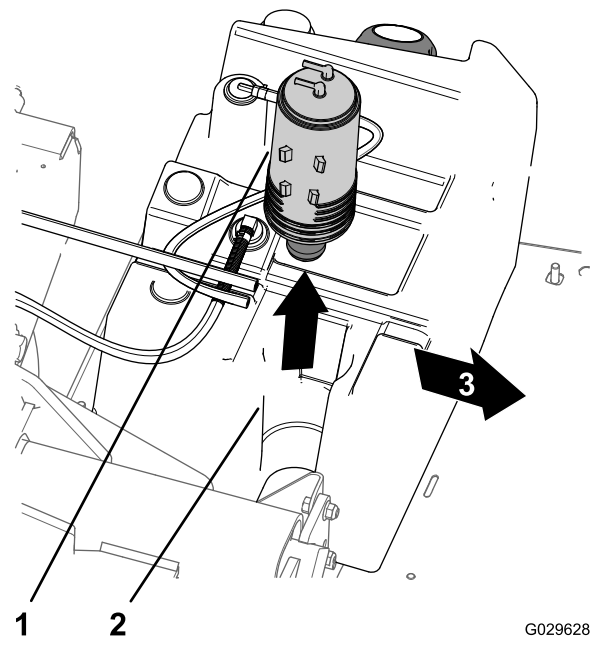

Figure 44
- Soulevez la cartouche de charbon actif de son support dans le réservoir de carburant (Figure 44).
7. Insérez la nouvelle cartouche de charbon actif dans son support sur le réservoir de carburant, en dirigeant les raccords marqués « Fuel Tank » et « Purge » vers l'arrière (Figure 44).